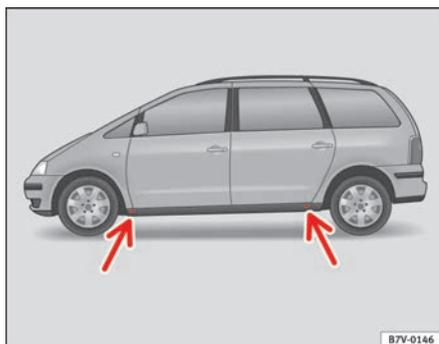

Fig. 160 Puntos de apoyo del gato
1. Busque el punto de apoyo ⇒ fig. 160 (flecha) para el gato ⇒ ⚠ que se encuentre más próximo a la rueda que quiere cambiar.
El gato sólo se debe colocar en los alojamientos indicados ⇒ fig. 160. El alojamiento delantero se encuentra a unos 11 cm del casco pasarruedas; el trasero, a unos 14 cm. Unas muescas en los estribos indican la ubicación del alojamiento en los bajos del vehículo.